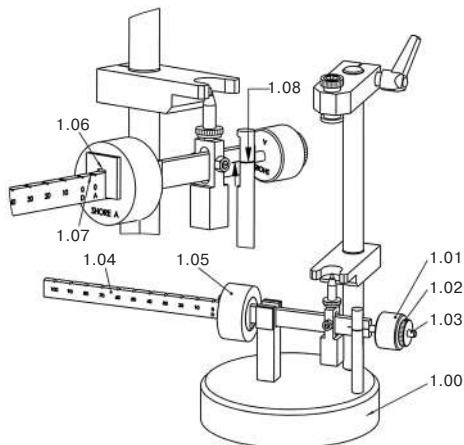

Рис.1. Установка диапазонов измерений по Шору А, В, 0, А0, Е AND L, L/C.
- Закрутите противовес по Shore A (1.01, Рис.1) и гайку с накаткой (1.02, Рис.1) на шпindel с резьбовым концом (1.03, Рис.1) балансирующего плеча (1.04, Рис.1).
! Гайка (1.02, Рис.1) закрепляет противовес (1.01, Рис.1).
- Переместите противовес Shore A (1.05, Рис.1) на ноль, позиция «А» (1.07, Рис.1).
! Упорная пластинка (1.06, Рис.1) подвижного груза (1.05, Рис.1) должна быть со свободной стороны балансирующего плеча (1.04, Рис.1).
- Поворачивайте противовес (1.01, Рис.1) пока отметки (1.08, Рис.1) не совпадут.
- Зафиксируйте противовес (1.01, Рис.1) гайкой с накаткой (1.02, Рис.1).